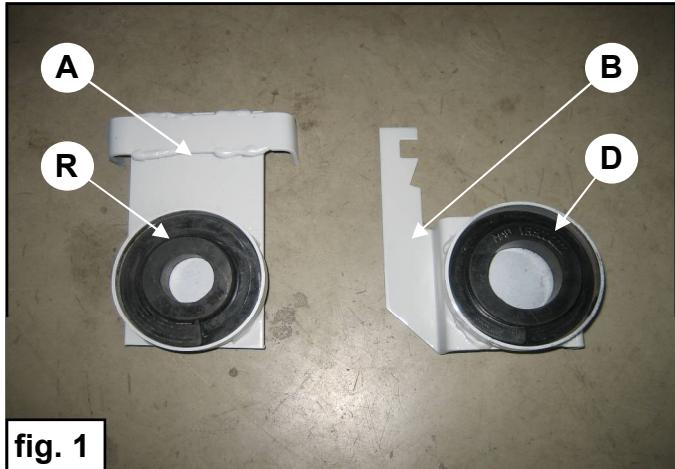

fig. 1
2. Drücken Sie Gummi **D** mit dem großen Durchmesser auf unterste Bügel **B**. Siehe Bild 1.
3. Drücken Sie Gummi **R** mit dem kleinsten Durchmesser auf der oberen Bügel **A**, Siehe Bild 1.
2. Enfoncez le caoutchouc **D** avec la grande diamètre dans l'attache ressort **B**. Voir fig.1
3. Enfoncez le caoutchouc **R** avec le petit diamètre dans l'attache ressort **A**. Voir fig.1
2. Sätt Gummi **D** med det stora diametern i fjädersäte **B**. Se fig.1.
3. Sätt Gummi **R** med de minsta diametern i fjädersäte **A**. Se fig.1.